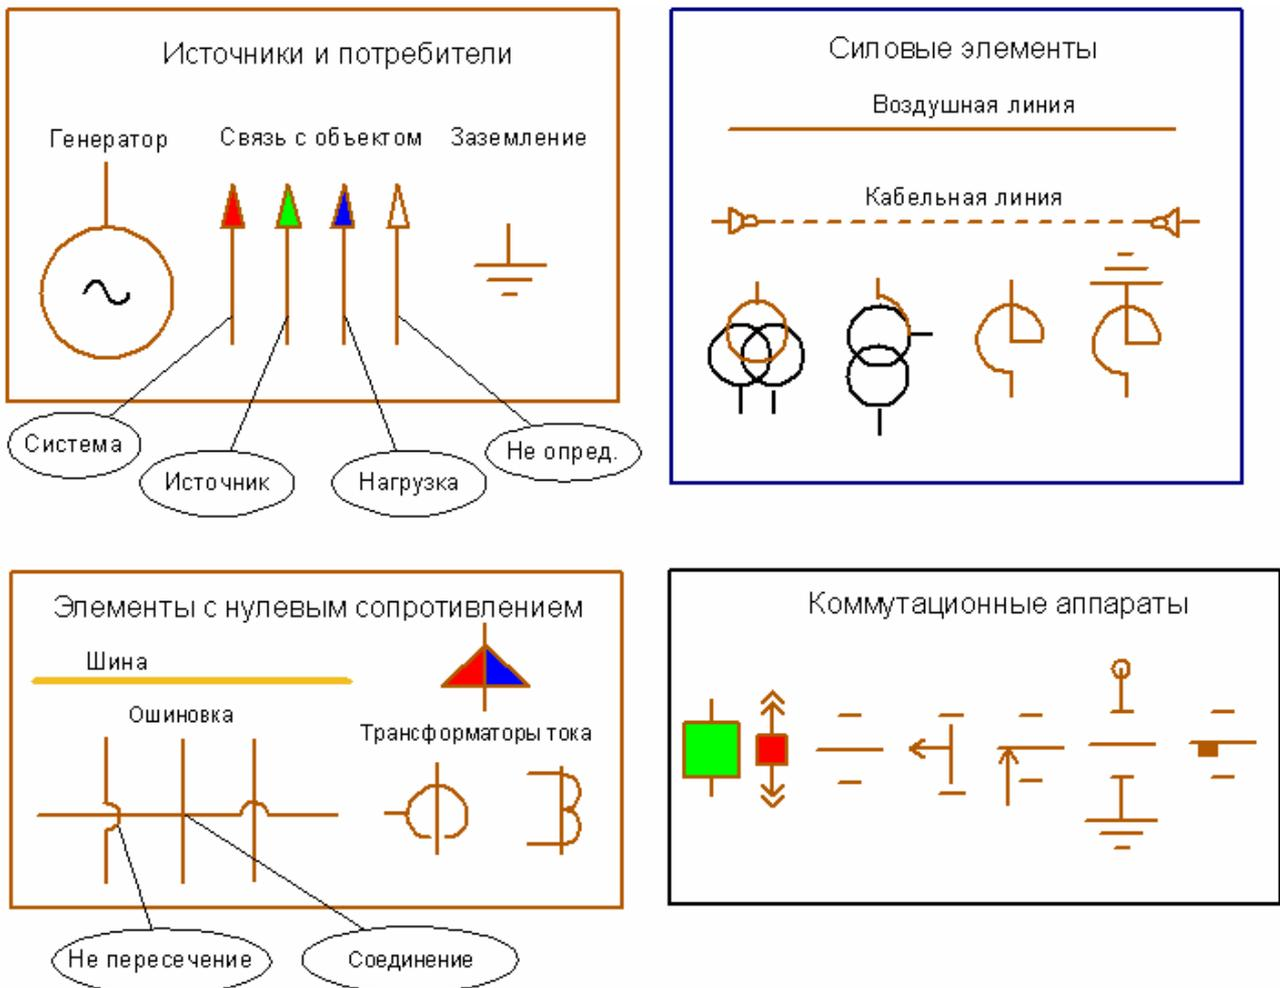

Рис. 2-27. Активные элементы электрической схемы
- при построении модели учитываются только элементы схем, показанные на Рис. 2-27.